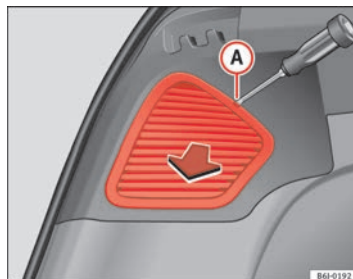

Abb. 150 Seitenleuchten
- Nehmen Sie Abdeckung mit Hilfe eines Schlitzschraubenziehers ab. Schieben Sie diesen in die Aussparung **A** ⇒ Seite 230, Abb. 150. ■